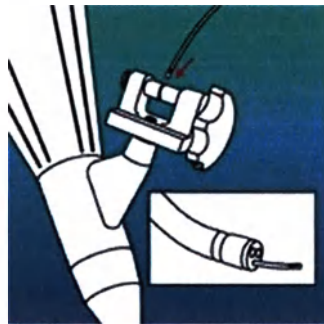

Рис.3
3. Проведите пластиковый проводник сквозь белую мембрану в рукоятку до тех пор, пока проводник не покажется из дистального конца эндоскопа (рис.3). Рекомендуется предварительно перфорировать мембрану в рукоятке иглой для промывания.